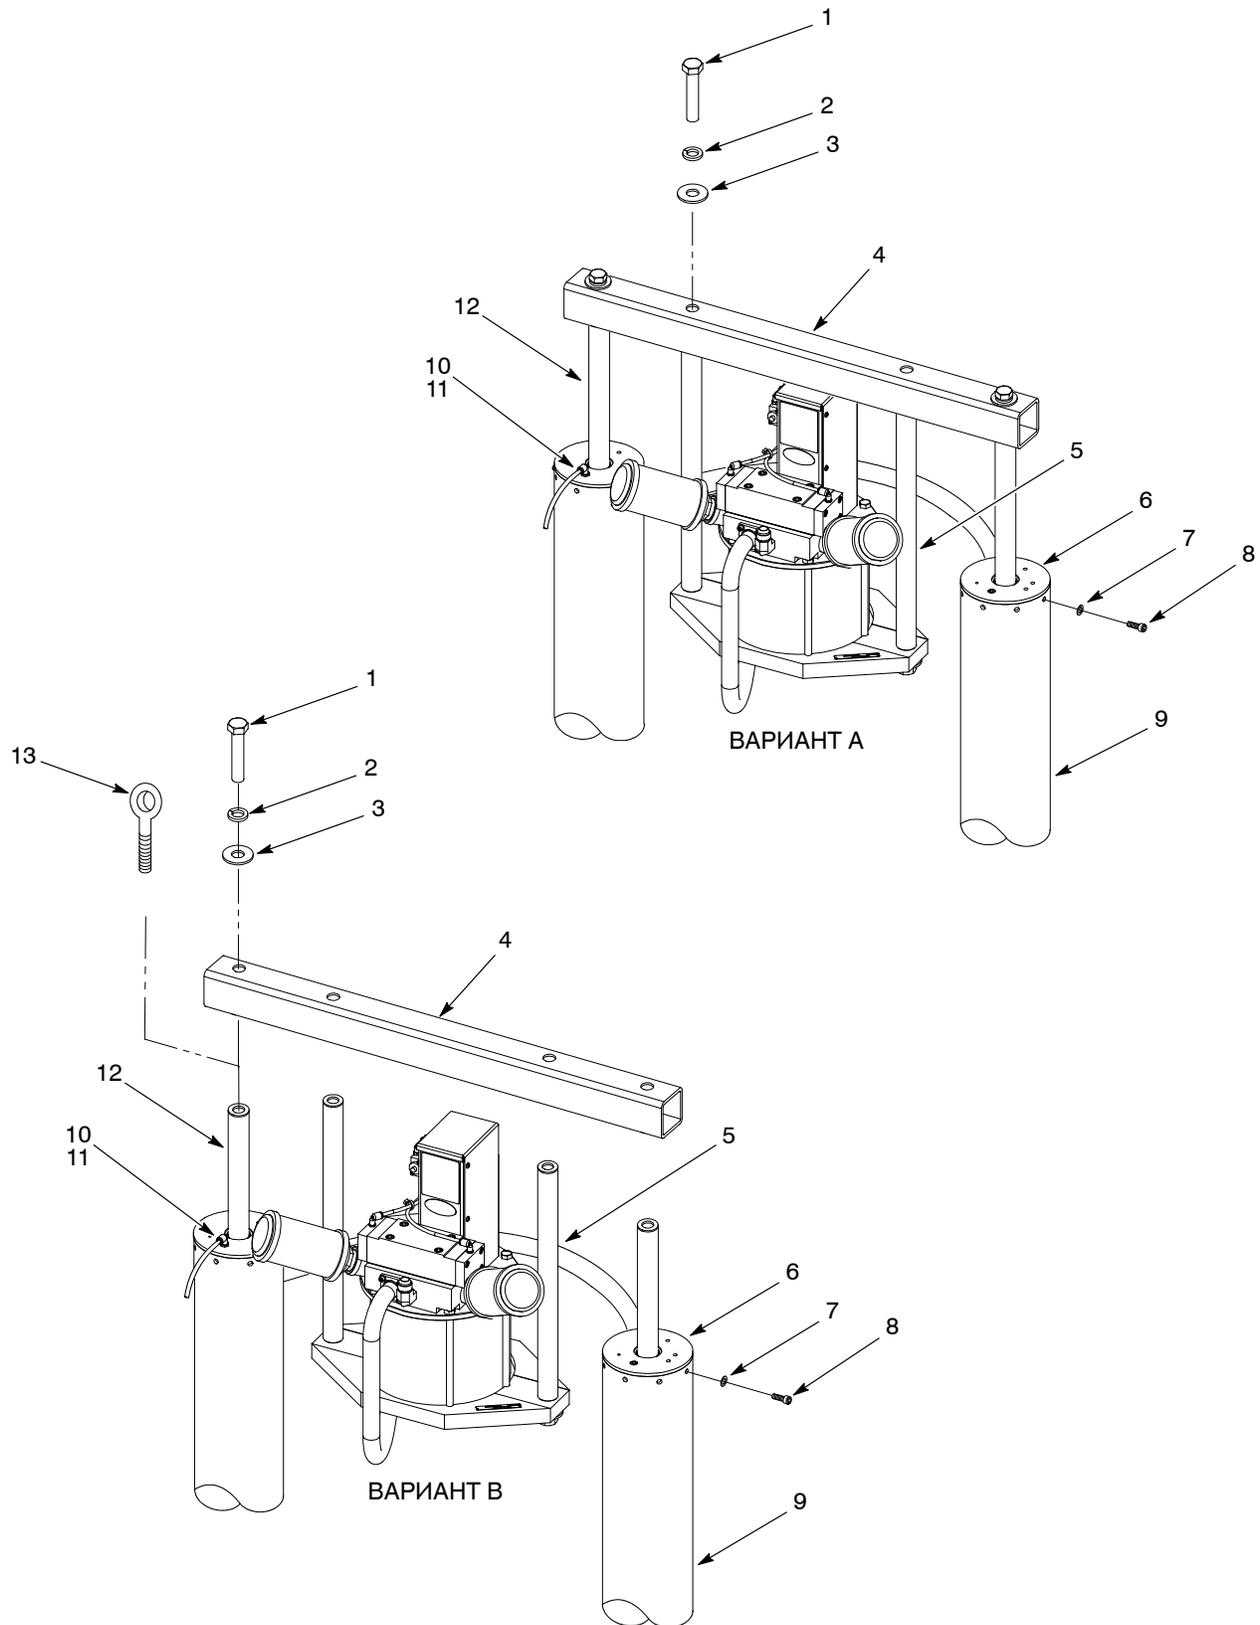

Рис. 2 Снятие штоков цилиндров
1. См. рис. 2, вариант А. Вывернуть винты (1), снять стопорные шайбы (2) и плоские шайбы (3) крепления поперечины (4) к монтажным штангам (5).
2. Отсоединить шланг (10) от ниппеля (11).
3. Вывернуть винты с шестигранным шлицем (8) и снять шайбы (7) с пневмоцилиндров (9). Пометить положение головок цилиндров (6).
4. Закрепив подъемное приспособление посередине поперечины (4), извлечь оба штока цилиндров (12) из пневмоцилиндров (9).
1. См. рис. 2, вариант В. Вывернуть винты (1), снять стопорные шайбы (2) и плоские шайбы (3) крепления поперечины (4) к монтажным штангам (12) и извлечь штоки цилиндров (5).
4. Ввернуть по рым-болту  $7/8$ -14 (13) в каждый шток цилиндра (12). Закрепить подъемное приспособление на рым-болте. Используя подъемное приспособление, извлечь шток из пневмоцилиндра (9). Аналогичным образом извлечь шток второго цилиндра.
- плоские шайбы (14)
- стопорные шайбы (15)
- винт штока (16)
5. Затянуть каждый винт (16) моментом 339 Н•м (250 фут-фунтов).
6. Нанести смазку для уплотнительных колец на сальник поршня (11).
7. Аккуратно вставить шток цилиндра (7) в пневмоцилиндр (19) до упора. Аналогичным образом установить шток второго цилиндра.
8. Сориентировать головки цилиндров (4), как отмечено при снятии.
9. Установить каждую головку цилиндра (4) в пневмоцилиндр (19). Поставить шайбы (17) и винты с шестигранным шлицем (18) в каждый цилиндр. Затянуть каждый винт (16) моментом (14–20 Н•м (10–15 фут-фунтов)).
10. Подсоединить пневмошланг (20) к ниппелю (21).
11. Смонтировать устройства или кронштейны, снятые сверху головки цилиндра (4).
12. См. рис. 2, вариант В. Нанести Loctite 242 на резьбы винтов (1). Смонтировать поперечину (4) на штоках цилиндров (12) и монтажных штангах (5), используя винты, стопорные шайбы (2) и плоские шайбы (3). Затянуть винты моментом 339 Н•м (250 фут-фунтов).